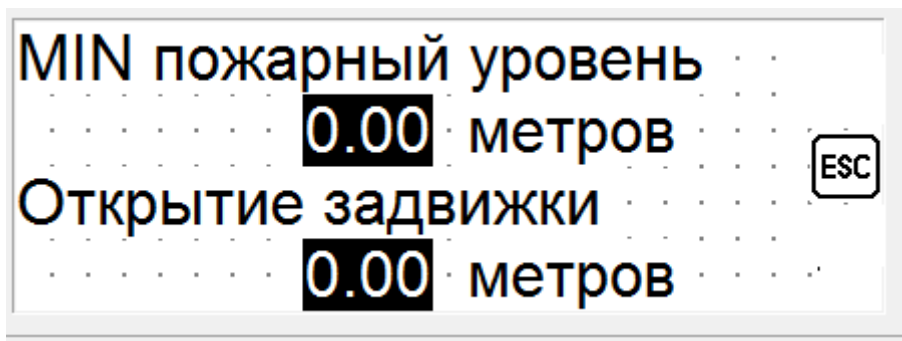

рис.10
3.10. Окно указания/редактирования значения минимального пожарного уровня (на закрытие задвижки) и уровня открытия задвижки. Для возврата назад нажимаем кнопку «ESC». См. рис.10.